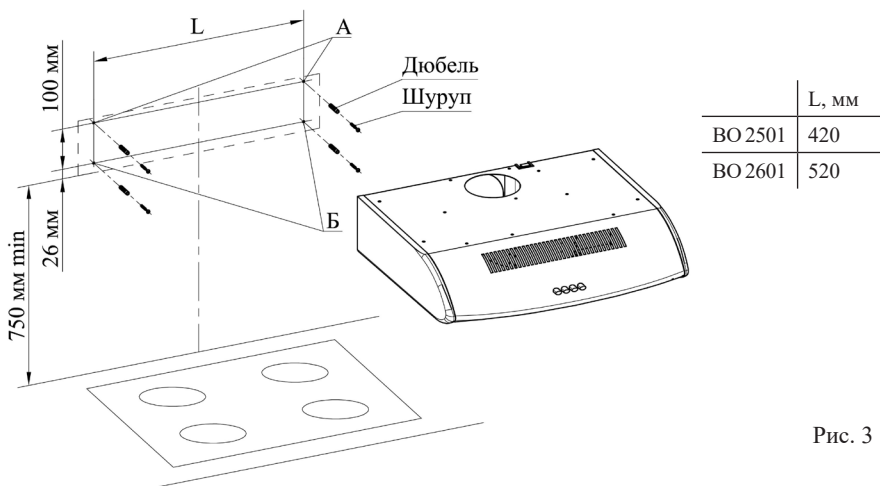

Рис. 3
**ВНИМАНИЕ!** МИНИМАЛЬНОЕ РАССТОЯНИЕ МЕЖДУ ПЛОСКОСТЬЮ УСТАНОВКИ ПОСУДЫ НА ПЛИТУ (НАГРЕВАТЕЛЬНОЙ ПОВЕРХНОСТЬЮ) И ВОЗДУХООЧИСТИТЕЛЕМ ДОЛЖНО БЫТЬ 75 см. ВОЗДУХООЧИСТИТЕЛЬ КРЕПИТЬ НА РОВНЮЮ ПОВЕРХНОСТЬ (рис. 3).
- 6.3 С учетом установочной высоты и центральной линии разметьте на стене отверстия (А и Б) (рис. 3).
- 6.4 Просверлите отверстия (А и Б) диаметром 8 мм на глубину 50 мм (рис. 3).
- 6.5 В отверстия вставьте дюбели согласно рис. 3 и по отверстиям А заверните не до упора два шурупа, на которые навесьте воздухоочиститель со снятыми фильтром металлическим (крышкой).